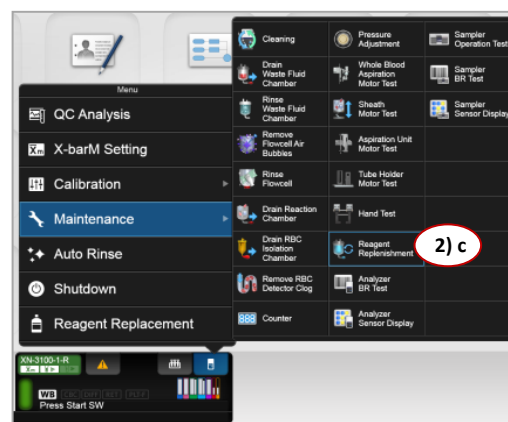

Figura 2 - Menu de Manutenção
- c. A partir do menu de manutenção, selecione "Reagent Replacement". Consulte a Figura 2.